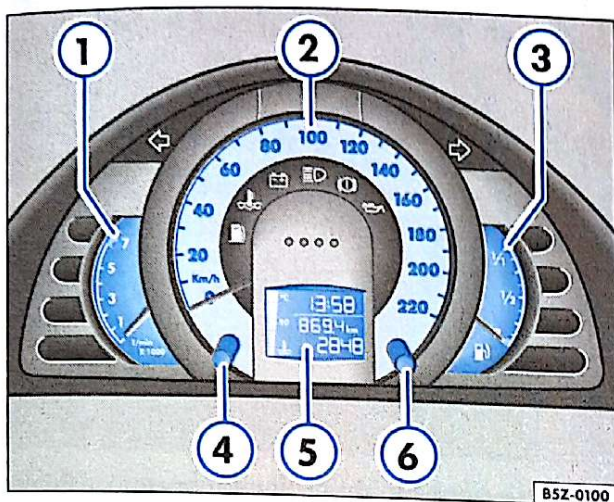

Fig. 30 Detalhes no painel de instrumentos: disposição dos controles
⇒ Página 47, fig. 30 ① indica o regime máximo de rotações de um motor amaciado e à temperatura normal de trabalho. Antes de atingir esta faixa, recomendamos que seja engrenada a marcha imediatamente superior, ou ainda que se retire o pé do pedal do acelerador.
Quando o ponteiro do indicador entrar na faixa vermelha de reserva ⇒ Página 47, fig. 30 ③, a luz indicadora  vai se acender para lembrá-lo da necessidade de reabastecer o veículo. ◀